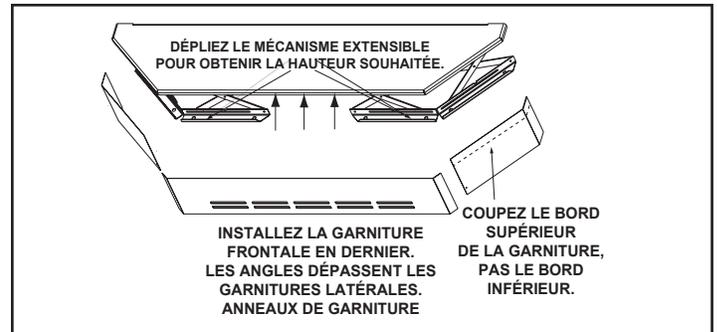

Figure 21.2
2. Dépliez les mécanismes extensibles à la hauteur souhaitée. Utilisez un tournevis à tête cruciforme et serrez les vis pour bloquer les mécanismes en place. **Figure 21.2.**